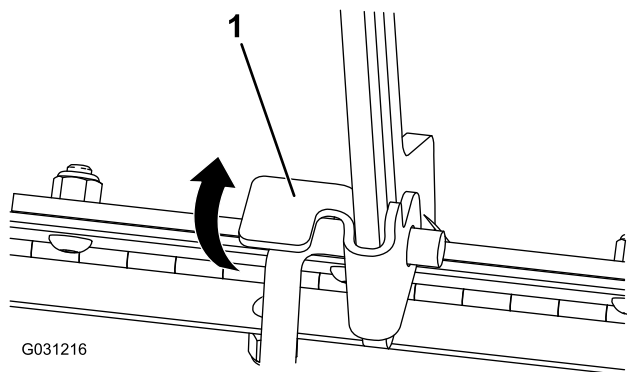

Figure 37
1. Tirez la languette de fixation de la béquille (Figure 37)